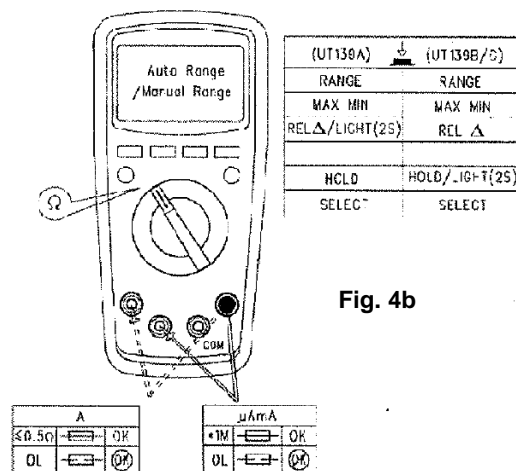

Fig. 4b
- Pentru masurarea rezistoarelor este permisa efectuarea unui test pentru verificarea sigurantelor interne ale multimetrului (vezi fig. 4b)